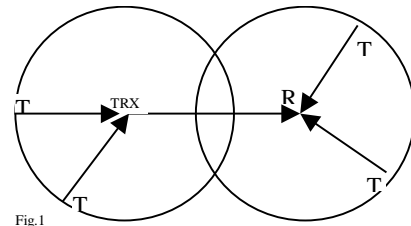

Fig.1
- Distanțe mari între emitoare și receptoare decât cele specificate (fig.1).